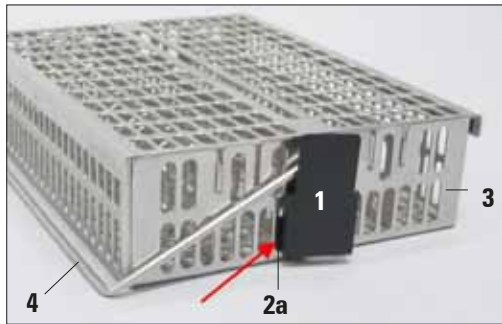

Fig. 9
- Introduire la languette gauche (pos. 2a) du clip anti-réflexion (pos. 1) dans le 7e trou (à partir de la gauche) des orifices ovales du bas (fig. 9).